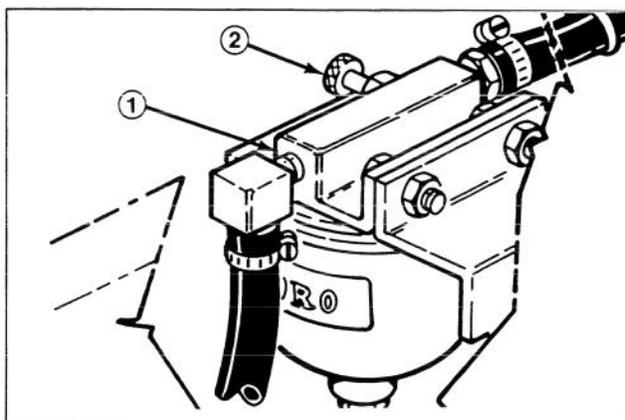

Fig. 13
2. Allentare la vite di spurgo dell'aria sopra il filtro del carburante/separatore d'acqua (Fig. 13).